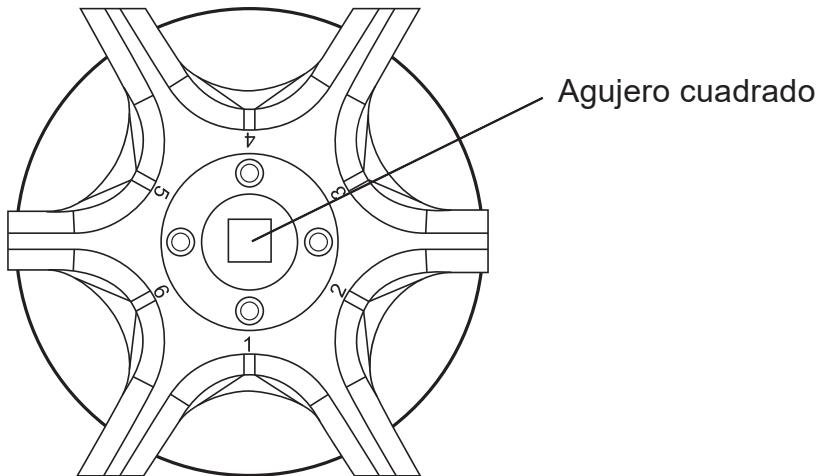

Figura 15. Indicación para la colocación del rotor.
3. Alinee el orificio cuadrado del cuerpo del rotor con el extremo cuadrado de la parte superior del eje impulsor. Debe enganchar el extremo cuadrado del eje impulsor con el orificio cuadrado del cuerpo del rotor (Figura 15).